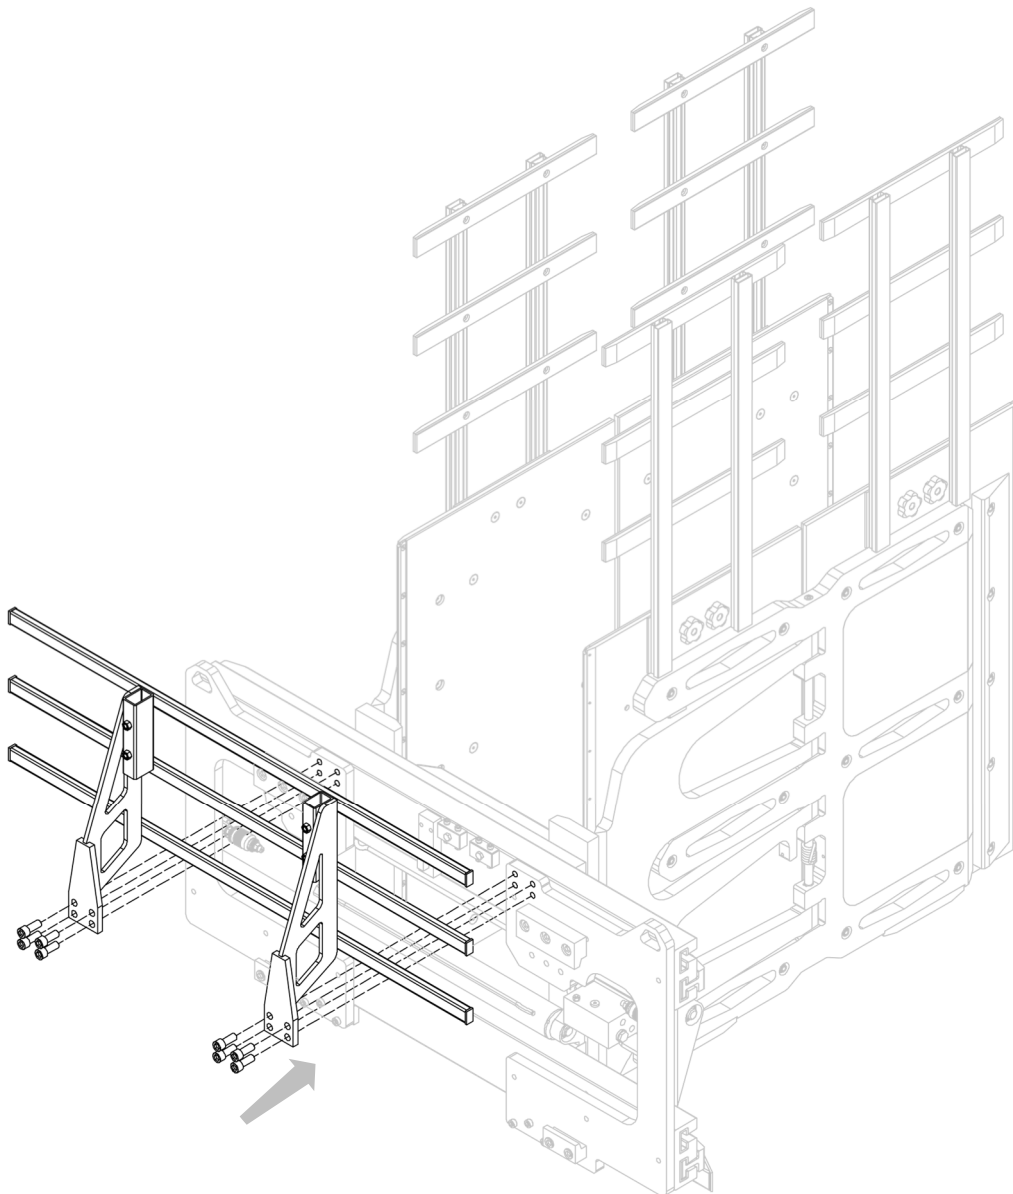

Figura 43
3. Instalar el bastidor del soporte de carga en el equipo (ver *Figura 43*).